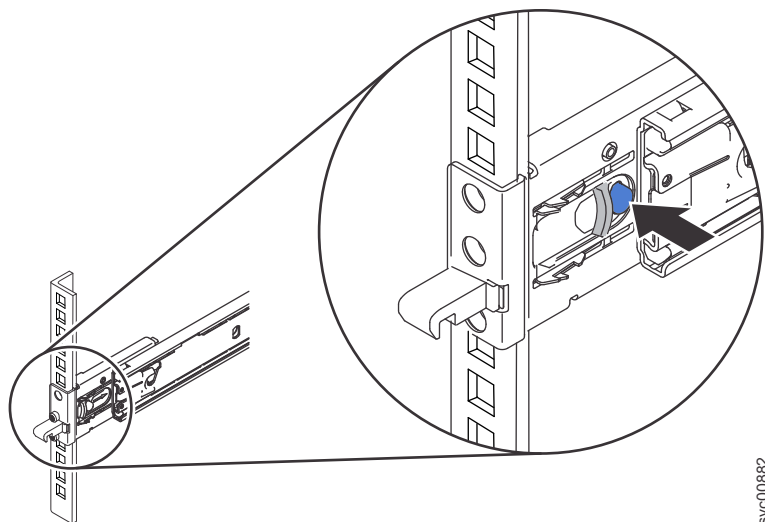

Figura 49. Instalando a extremidade frontal do trilho deslizante
6. Instale a extremidade frontal dos trilhos deslizantes, conforme mostrado em Figura 49 na página 67.